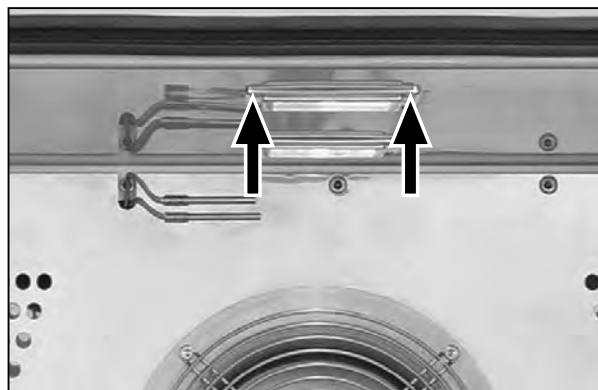

Fig. 43 Illuminazione interna
1. Svitare le quattro viti di fissaggio della lastra di vetro posta sulla parte superiore della camera e rimuoverla (Fig. 43).